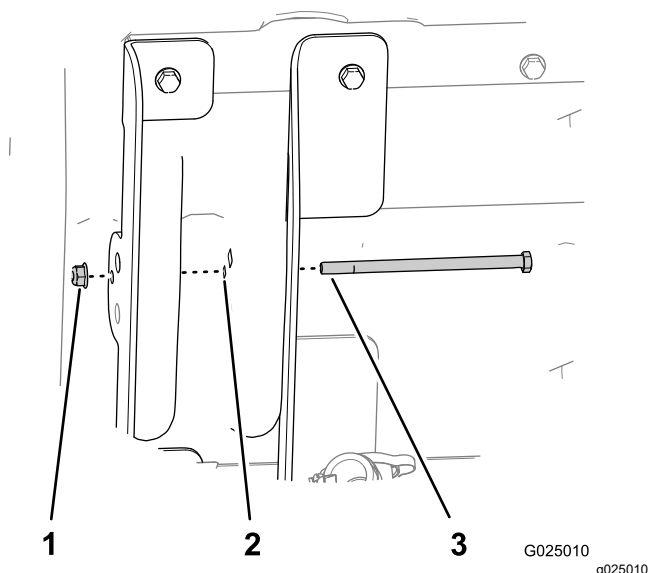

Figura 6
7. Inserite il bullone a testa esagonale (5/16" x 5½") nel foro da 8 mm nella staffa di sollevamento interna (flange lunghe), nella struttura del pianale e nella staffa di sollevamento esterna del pianale (flange corte) come mostrato in Figura 6.
8. Serrate manualmente il bullone con il dado flangiato (5/16") (Figura 6).
11. Serrate saldamente il dado flangiato che fissa il bullone ($\frac{5}{16}$ ") (Figura 6).